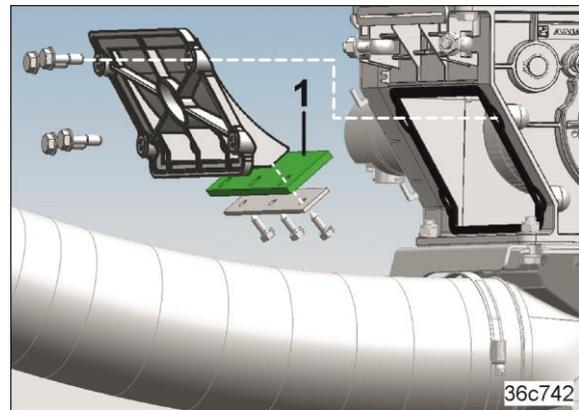

Fig. 413
- Eine defekte oder falsch eingestellte Dosierlippe (Fig. 413/1) führt zu Dosierfehlern.